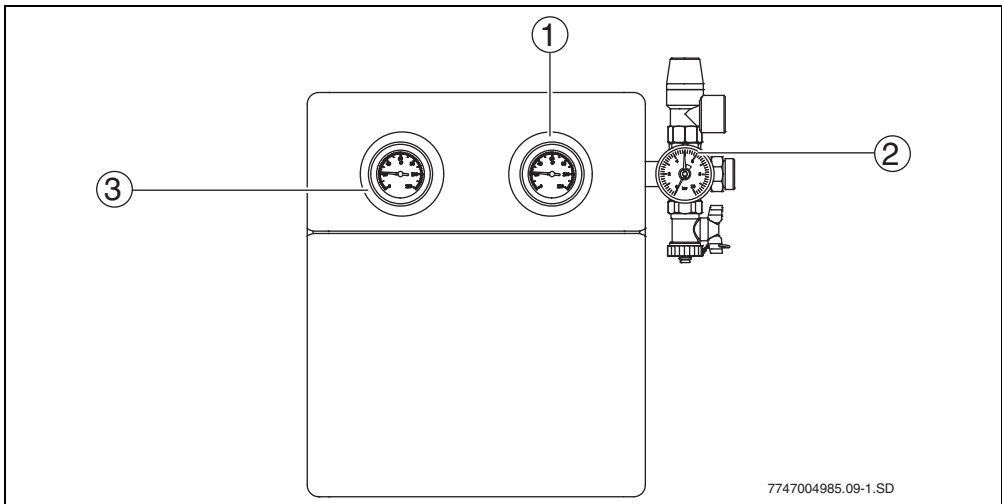

Bild 13 Solarstation
- Thermometer (→ Bild 13, Pos. 1 und 3): Die eingebauten Thermometer zeigen die Temperaturen des solaren Rücklaufs (blau) und Vorlaufs (rot) an.
- Manometer (→ Bild 13, Pos. 2): Das Manometer zeigt den Betriebsdruck an.